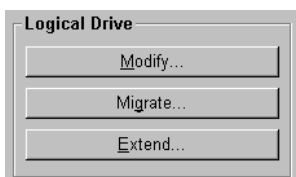
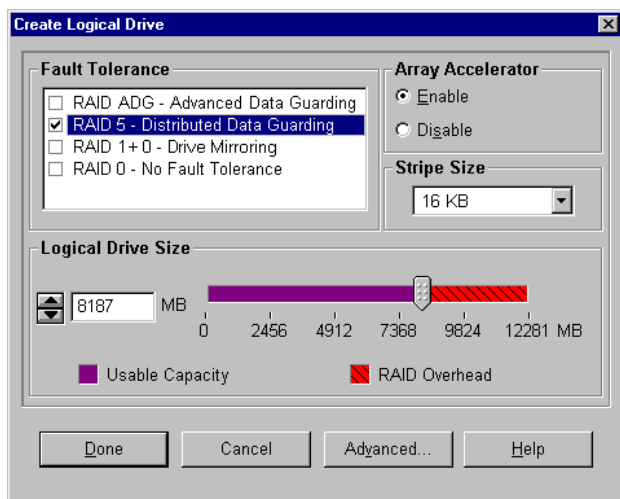

Figura 7-8: Casella Logical Drive (Unità logica)
Figura 7-11: Schermata Create Logical Drive (Creazione di un'unità logica)
Per visualizzare questa schermata, fare clic su **Modify** (Modifica) nella casella **Logical Drive** (Unità logica, Figura 7-8) della schermata principale di ACU. Questa schermata, simile a **Create Logical Drive** (Creazione di un'unità logica, Figura 7-11), consente di modificare i parametri di un'unità logica esistente direttamente in linea, senza alcuna perdita di dati.
Per visualizzare questa schermata, fare clic su **Migrate** (Migra) nella casella **Logical Drive** (Unità logica, Figura 7-8) della schermata principale di ACU. Questa schermata consente di modificare la larghezza degli stripe (dimensioni blocco) o il livello RAID di un'unità logica esistente direttamente in linea, senza alcuna perdita di dati.
Per visualizzare questa schermata, fare clic su **Extend** (Estendi) nella casella **Logical Drive** (Unità logica, Figura 7-8) della schermata principale di ACU. Questa schermata consente di aumentare la capacità di un'unità logica mentre il sistema è in linea, senza alcuna perdita di dati.
3. Nella schermata **Create Logical Drive** (Creazione di un'unità logica, Figura 7-11), selezionare **RAID 5**.